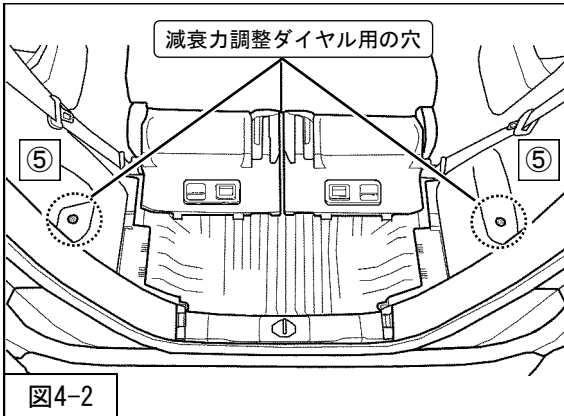

図4-2
- 3. ⑤リアサイドライニングを取付け、減衰力調整ダイヤル用の穴を開けてください。（図4-2）
- 4. ⑤リアサイドライニングを一度取外してください。（図4-2）
本製品は、フロントサスペンションASSYがストラットタイプ、リアショックアブソーバASSYが標準タイプとなっています。リアの減衰力調整は、リアサイドライニング（図4-2）に減衰力調整ダイヤル用の穴を開け、減衰力調整ダイヤル（同梱品）で行ってください。調整時以外は、グロメット（同梱品）を取付けてください。